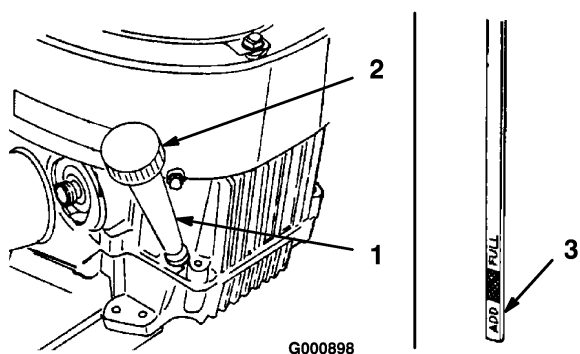

Bild 22
3. Reinigen Sie den Bereich um den Ölpeilstab (Bild 22), damit kein Schmutz in den Einfüllstutzen gelangen und den Motor beschädigen kann.
4. Schrauben Sie den Ölpeilstab los und wischen Sie das Metallende ab (Bild 22).